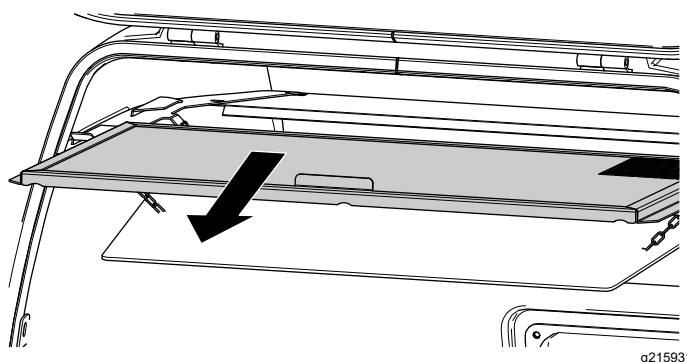

Figure 113
3. Déposez et nettoyez le filtre de la trémie (Figure 113).